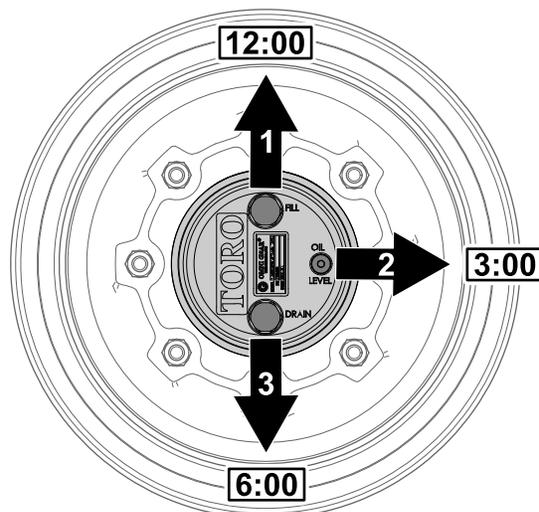

Рисунок 99
заливного отверстия находилась в положении «12 часов», пробка контрольного отверстия — в положении «3 часа», а пробка сливного отверстия — в положении «6 часов» (Рисунок 99).
2. Снимите пробку контрольного отверстия, расположенную в положении «3 часа» (Рисунок 99).
1. Припаркуйте машину на ровной поверхности, расположите колесо так, чтобы пробка заливного отверстия находилась в положении «12 часов», пробка контрольного отверстия – в положении «3 часа», а пробка сливного отверстия – в положении «6 часов»; см. Рисунок 99 в разделе Проверка масла в планетарном редукторе (страница 78).